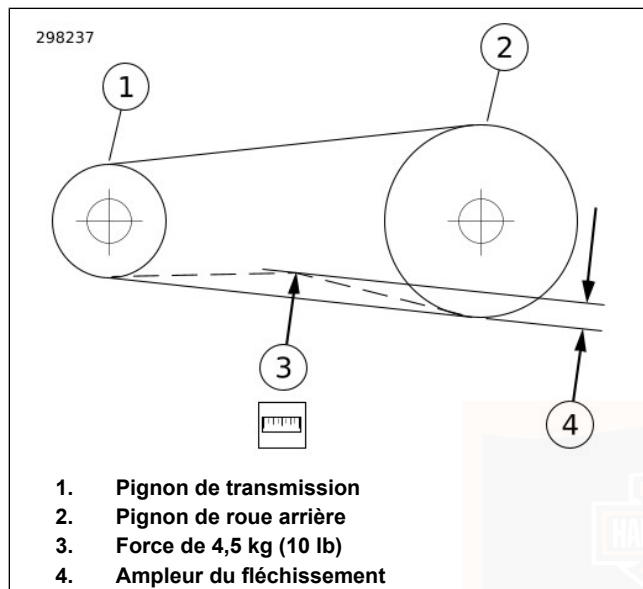

Figure 58. Vérification du fléchissement de la courroie
- b. **Tous les autres modèles** : Voir Figure 58. Mesurer le fléchissement de la courroie (4) tout en immobilisant la jauge.